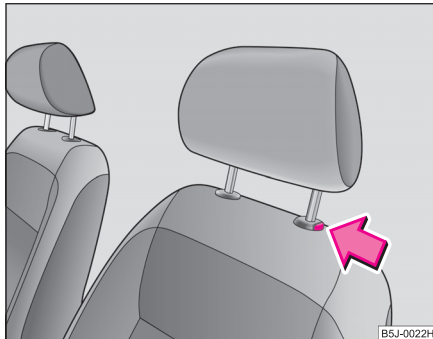

Abb. 48 Kopfstütze herausziehen
- Möchten Sie die Kopfstütze nach unten verschieben, müssen Sie die Sicherungstaste drücken ⇒ Abb. 48 und mit der anderen Hand die Kopfstütze nach unten drücken.
- Drücken Sie die Sicherungstaste in Pfeilrichtung ⇒ Abb. 48 und ziehen Sie die Kopfstütze heraus.